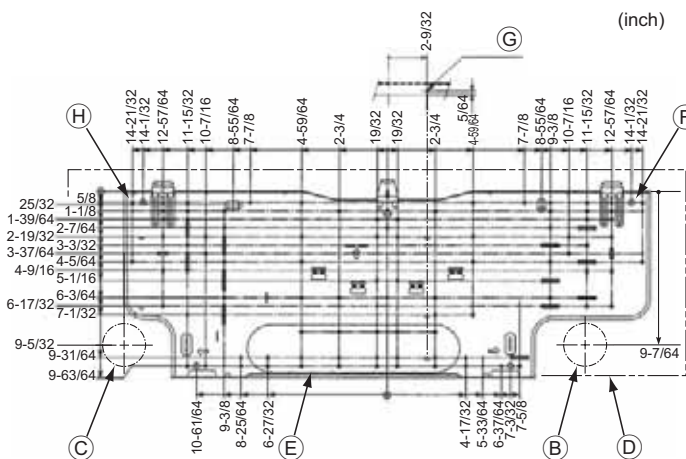

Fig. 3-2
①	Placa de montaje	1	Fijado a la parte trasera de la unidad
②	Tornillo roscado 4 × 35	12
③	Cinta de fieltro	3
④	Banda	3
⑤	Bloqueo de amortiguación	1
3.2. Instalación del soporte de montaje en la pared (Fig. 3-2)